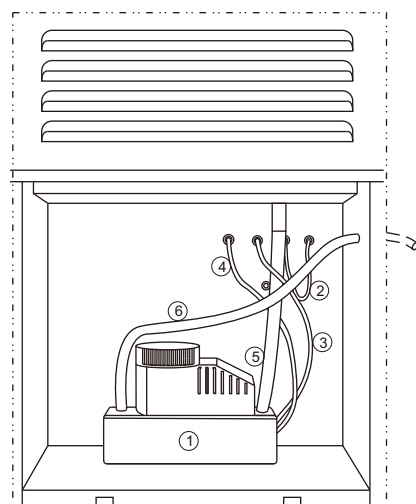

FIG. 4
- Træk signalledningen for fyldt vandbeholder (②) ud af det midterste stik, og slut den til det højre stik for at standse advarslen.
- Slut strømkablet (④, sort) fra vandpumpen (①) til det venstre stik.
- Slut signalledningen for fyldt vandbeholder (③, blå) fra vandpumpen til det midterste stik.
- Tilslut vandpumpens suge- (⑤) og udblæsningsslanger (⑥) (se FIG.4)